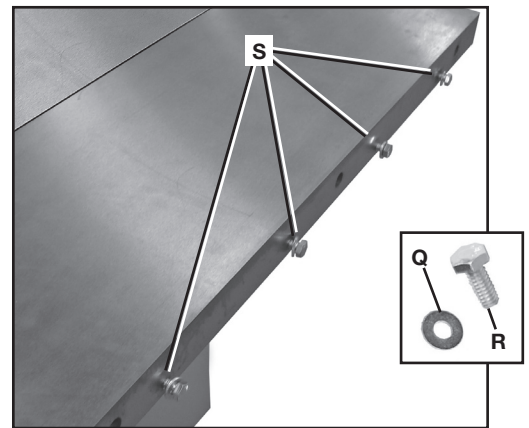
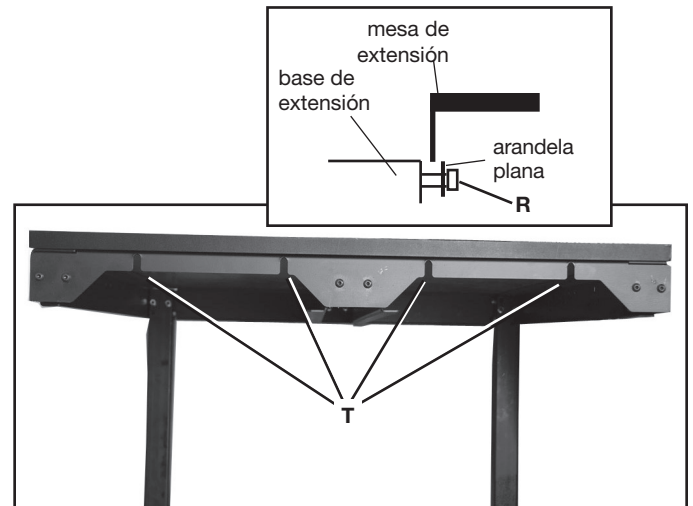
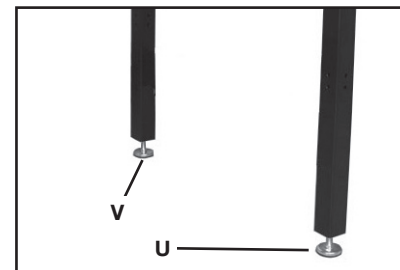

FIG. 8
FIG. 9
FIG. 10
1. Coloque arandelas planas de 5/16 pulgada (Q), Fig. 8, en los tornillos de cabeza hexagonal de 5/16-18 (R) y déle unas vueltas para enroscarlos en los orificios (S) de la base de extensión derecha.
2. Sostenga la mesa de extensión y alinee las cuatro ranuras (T), Fig. 9, de la mesa de extensión con estos cuatro tornillos (R), Fig. 8.
**NOTA:** Asegúrese de que las arandelas planas estén contra las cabezas de los tornillos (R), Fig. 9 (recuadro).
3. Con las patas niveladoras (U y V), Fig. 10, asegúrese de que la mesa de extensión esté nivelada y en el mismo plano que la base de extensión derecha Unisaw y ajuste los cuatro tornillos (R), Fig. 8, que están debajo de la mesa de extensión.